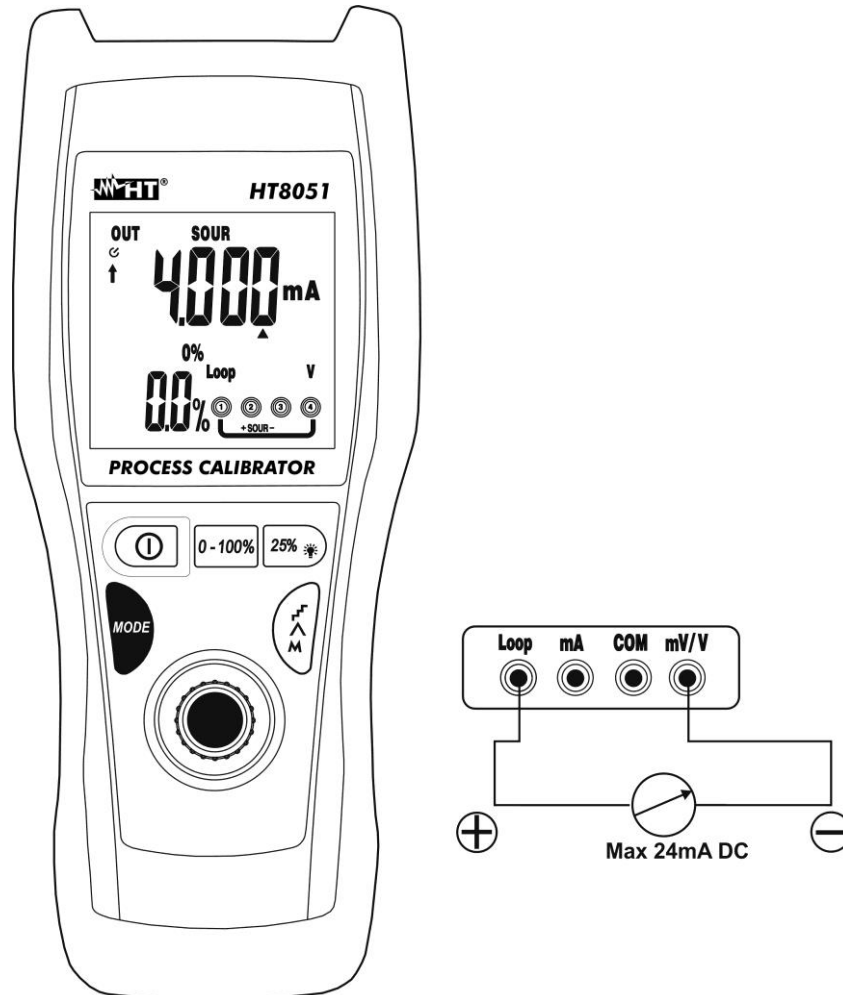

Fig. 6: Geração de Correntes CC
5. Colocar a ponteira verde e a ponteira preta, respetivamente, nos pontos com potencial positivo e negativo do dispositivo externo que deve receber a alimentação (ver Fig. 6).
6. Para a geração do valor negativo da corrente rodar as ponteiras de medida no sentido oposto em relação à ligação da Fig. 6